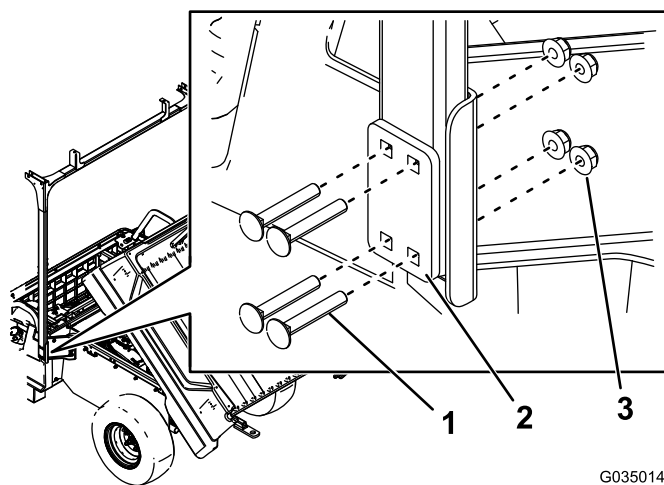

图7
6. 如图7所示，用 8 个托架螺栓（5/16 x 2 英寸）、2 个安装板和 8 个螺母（5/16 英寸）将后支撑管松松地安装到后环形支架上。